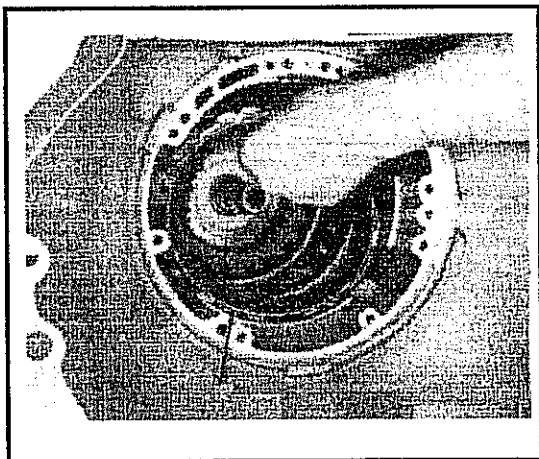

Abb. 10-119 Montage der Kupplungsscheiben des Lamellenkupplungssatzes für Rückwärtsgang und 1. Gang
- Die Scheiben des Lamellenkupplungssatzes mit Automatikgetriebeöl vorschmieren. Daraufhin die Scheiben des Kupplungssatzes einsetzen. Hierzu mit einer Stahlscheibe beginnen, gefolgt von einer beschichteten Scheibe und in dieser Wechselscheibe weiter, bis die vorhandene Anzahl an Kupplungsscheiben verbraucht wurde. Siehe Abb. 10-119.
- Die Druckscheibe zwischen Kupplungsgehäuse Vorwärtsfahrt und Hohlrad an der Getriebeeingangswelle ansetzen. Siehe Abb. 10-119. Diese Druckscheibe weist drei Blechlaschen auf.